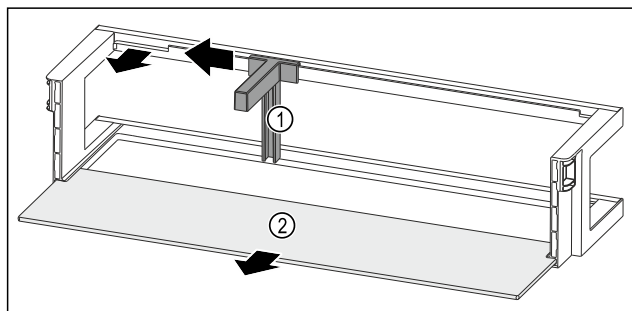

Fig. 223 Dveřní přihrádka s držákem lahví a odkládací plochou
- Držák lahví Fig. 223 (1) posuňte na stranu až k vybrání.
- Držák lahví Fig. 223 (1) odeberte.
- Odkládací plochu Fig. 223 (2) odeberte.